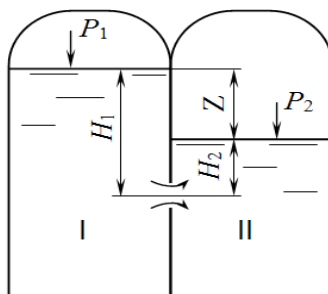

Рис.1. К задаче 3
3. Определить расход жидкости, перетекающей из резервуара I в резервуар II (рис. 1), если диаметр отверстия в вертикальной стенке $d_o=0,2$ м, высота $H_1=7$ м, $H_2=6$ м, давление в I резервуаре $p_1=2 \cdot 10^5$ Па, а во II резервуаре $p_2=1,7 \cdot 10^5$ Па, коэффициент расхода $\alpha=0,62$.
Определить объёмный расход воды $V_{\text{сек}}$ ($\text{м}^3/\text{с}$) в горизонтальной трубе диаметром $d_1=0,25$ м, имеющей плавное сужение до диаметра $d_2=0,125$ м (труба Вентури), если показания трубок до сужения $h_1=0,5$ м, в сужении $h_2=0,3$ м (рис.1). Коэффициент, учитывающий уменьшение расхода вследствие потерь напора, $\mu=0,98$.